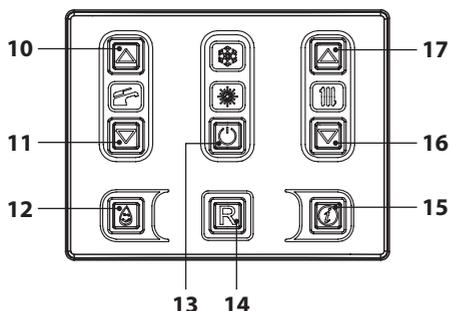
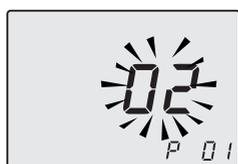
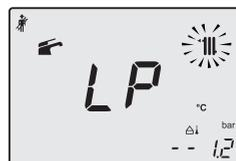

Figura 9.8
Figura 9.9
Figura 9.10
- Entrare in "modalità programmazione" premendo contemporaneamente per 10 secondi i tasti 13-16-17 (Figura 9.8) fino a far apparire sul display LCD le lettere **P01** e il valore del parametro, indicanti l'entrata nel "parametro 01" (Figura 9.9).
- Premere contemporaneamente i tasti 16 e 17 (Figura 9.8) fino a far apparire sul display LCD le lettere **LP** che si alternano con il valore di temperatura minimo dell'acqua sanitaria (es.45), indicanti l'entrata nell'attivazione della "funzione spazzacamino" alla potenza minima in sanitario (Figura 9.10).
- Premere contemporaneamente i tasti 16 e 17 (Figura 9.8) fino a far apparire sul display LCD le lettere **hP** che si alternano con il valore di temperatura minimo dell'acqua di riscaldamento (es.32), indicanti l'entrata nell'attivazione della "funzione spazzacamino" alla potenza minima in riscaldamento (Figura 9.11).
- Ripremendo contemporaneamente per 10 secondi i tasti 13-16-17 (Figura 9.8) si esce dalla "modalità spazzacamino" e si ritorna allo stato di caldaia precedentemente im-